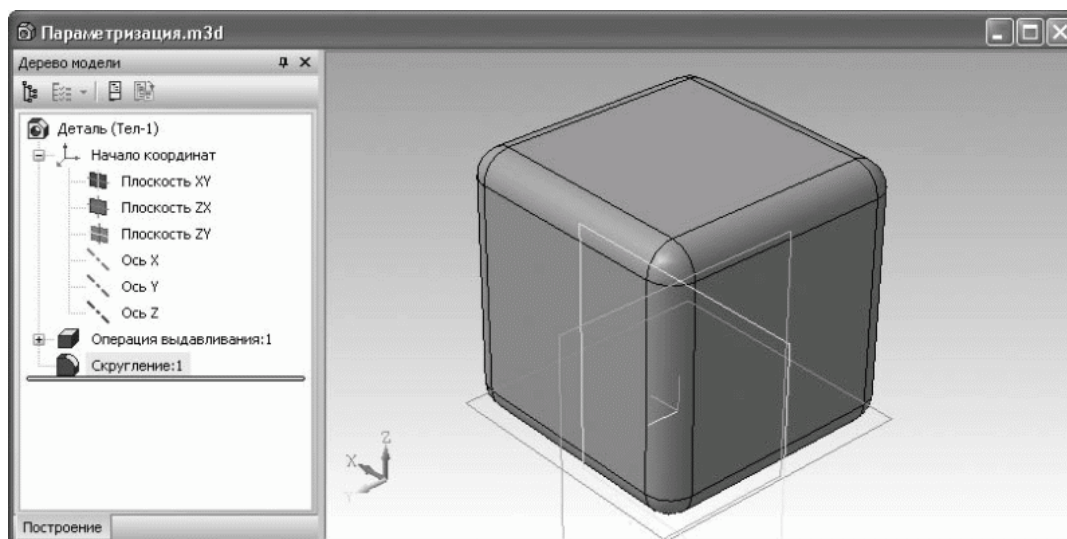

Рис. 3.49. Скругление ребер параметрического куба
8. Немного усложним модель и добавим на все грани куба скругления радиусом 5 мм (рис. 3.49).